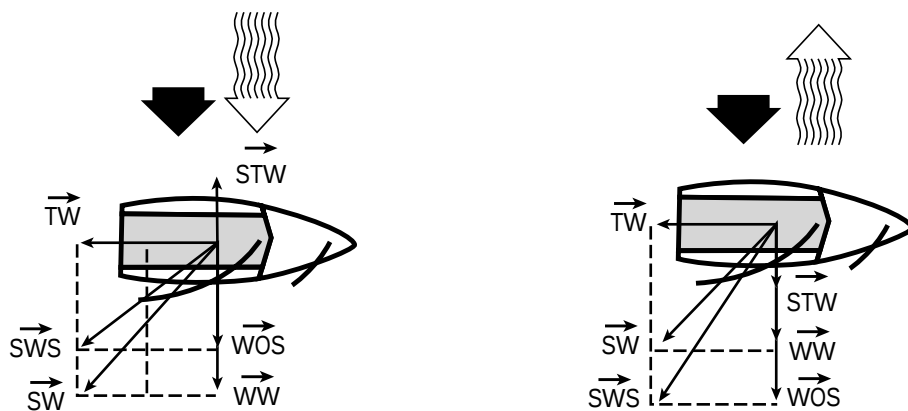

Fig. 95, 96: wind; boot op stromend water
- de wind en de stroming komen uit dezelfde richting (fig. 95) De stroming betekent een bijkomend verlijeren.